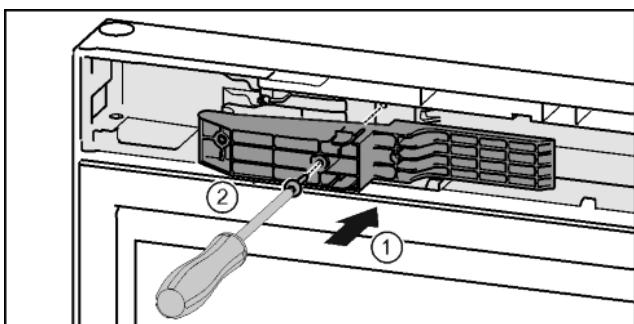

Fig. 47*
- ▶ Поставете адаптерния елемент от страната на дръжката в прореза.* Fig. 47 (1)
- ▶ С отвертка T15 затегнете винтовете.* Fig. 47 (2)